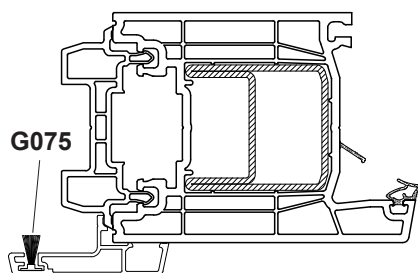

**Fig.1** Applicazione del silicone alle estremità della guarnizione **G152**
3. Inserire la guarnizione **G152** all'interno e all'esterno della parte inferiore della anta. Incollare le estremità del profilo di raccordo **76654** con la supercolla e applicare silicone sulle estremità della guarnizione **G152** (Fig. 1). Applicare l'elemento di tenuta **M440** (autoadesivo) sul fondo del **76654**.
4. Tagliare a misura le guarnizioni **G152**, applicare il silicone sul lato frontale (Fig. 1) e incollare sul profilo di collegamento alare **76655**.